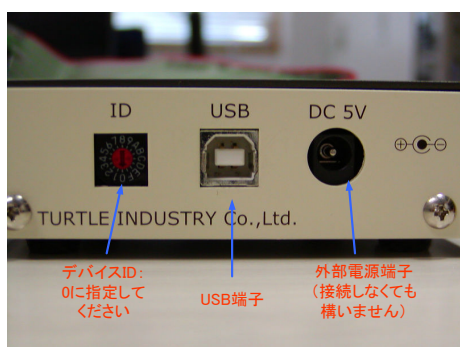

図 1.2 パソコンとデバイスの接続
(1) まず、AD/DA コンバータとパソコンを USB ケーブルで接続してください。またこの際、電源は USB を介してパソコンから供給されるので別電源は接続しなくても構いません (図 1.2 参照)。